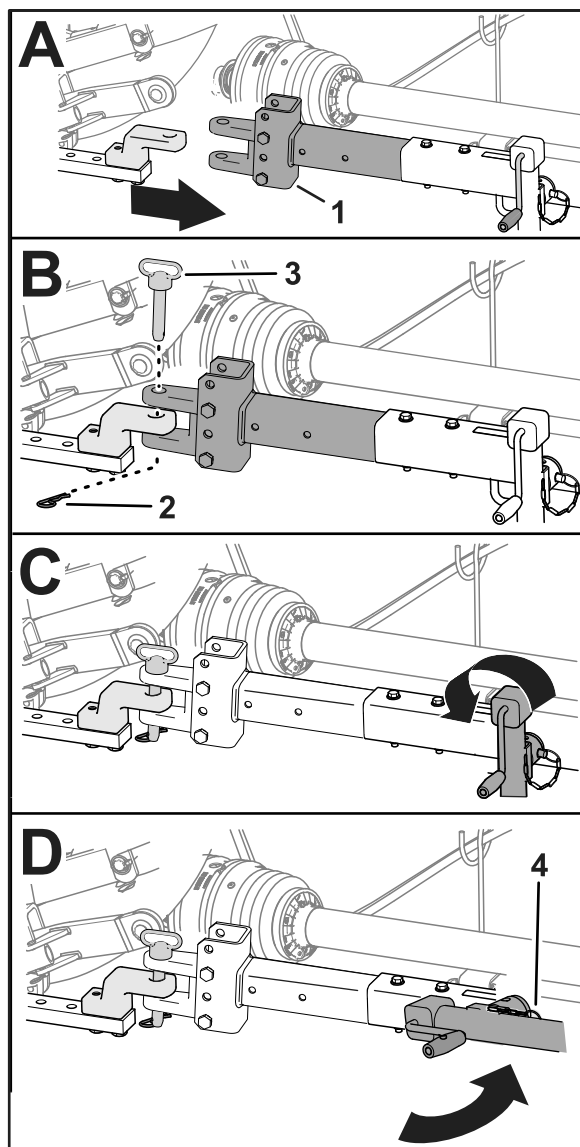

Figura 29
- Si el cortacésped tiene una barra de tiro con pasador de enganche, introduzca el pasador a través de los orificios de la barra de tiro y la barra de tracción, y sujete el pasador con la chaveta (Figura 29).
- Eleve el gato a su altura máxima (Figura 29).
- Retire el pasador que sujeta el gato a la barra de tiro, gire el gato a la posición horizontal y sujete el gato a la barra de tiro con el pasador (Figura 29).